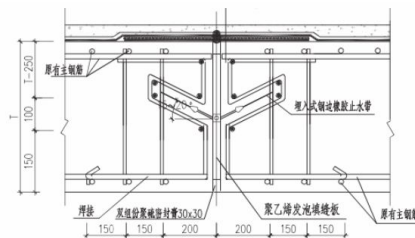

图 2 管廊项目顶板变形缝
在对管廊变形缝防水进行施工的过程中最为基本的规定有五点：①设置变形缝的防水时一定要根据设计当中的实际要求、位置尺寸开始进行设置。②变形缝的防水需要将密封防水、施工便利、检修方便等要求进行满足。③在变形缝的防水当中的混凝土实际厚度应该在 300mm 之上。④变形缝的防水实际宽度应该在 20 到 30mm 之间最为适合。⑤尽量在变形缝的防水施工过程中不设置伸缩的防水变形缝。所以在对管廊变形缝防水进行施工的过程中最好将变形缝的防水节点设置为 15m 一道，两道之间存在的距离不可在 30m 之上，而且整个防水的施工要点就是一定要保证预埋式止水带当中的中心线和变形缝当中的中心线进行重合，而且还需要确保整个止水的密实性与牢固性。管廊项目当中顶板变形缝如图 2 所示。